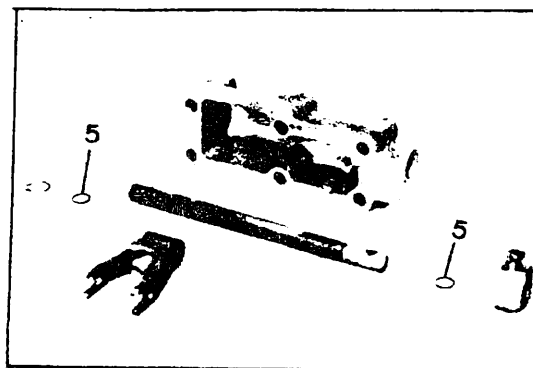

Fig. 3D.3-69
Forme nuevamente el conjunto selector, actuando en el orden inverso al desmontaje y aplicándole Loctite-290 a los tornillos prisioneros (1) y (2) (Fig. 3D.3-67)